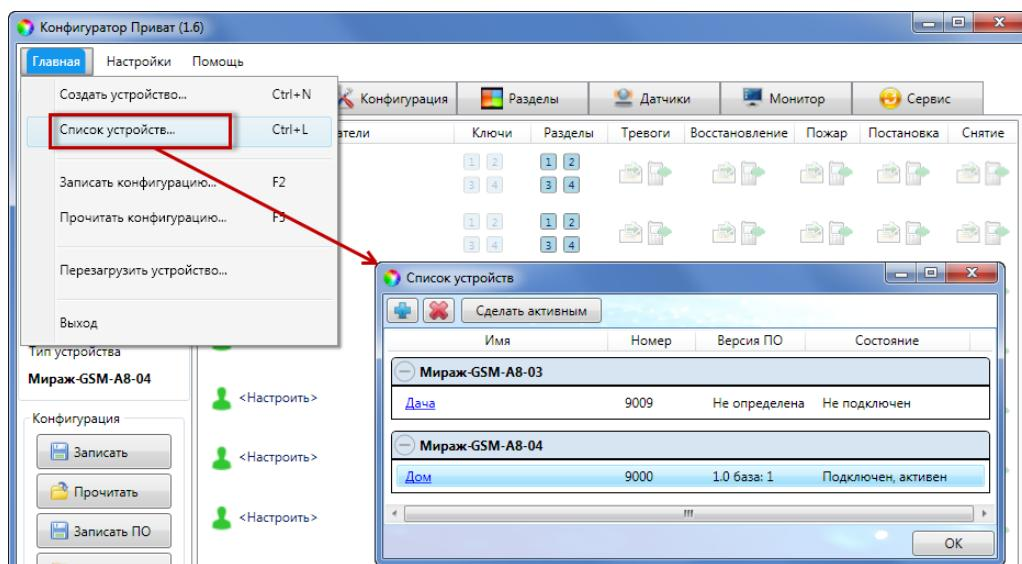

Рисунок 7.12 — Окно Список устройств
2) В открывшемся окне Список устройств выделите строку необходимого контроллера и нажмите кнопку Сделать активным (см. рисунок 7.12).